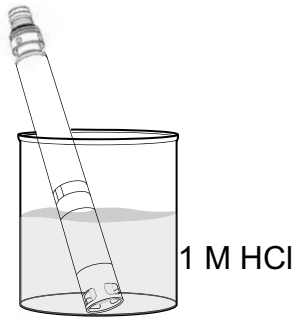

Figura 73 Pulizia del sensore pH e pH/ORP con acido cloridrico
1. Immergere il sensore per 30-60 minuti in una mole (1 M) di HCl (Figura 73). Il reagente HCl è comunemente disponibile presso la maggior parte dei distributori di sostanze chimiche o materiali da laboratorio. Per evitare lesioni, seguire attentamente le istruzioni del produttore dell'HCl. Se l'HCl non è disponibile, immergere in aceto bianco.